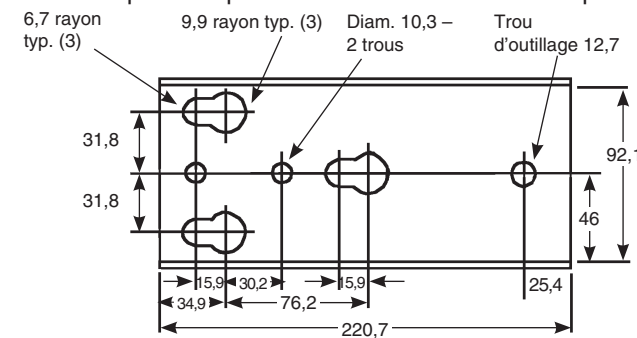

FIGURE 2 Schéma des trous du socle (mm)
4. Le socle de montage est percé de fentes en forme de trou de serrure pour utiliser des goujons épaulés à montage rapide, si nécessaire. (voir figure 2 et 3). Si vous souhaitez utiliser des goujons à montage rapide, s'assurer qu'ils sont attachés solidement au support du treuil. Après avoir placé le treuil sur les goujons, un boulon de 0,95 cm devrait être placé dans un des trous disponibles pour fixer le treuil fermement en place.